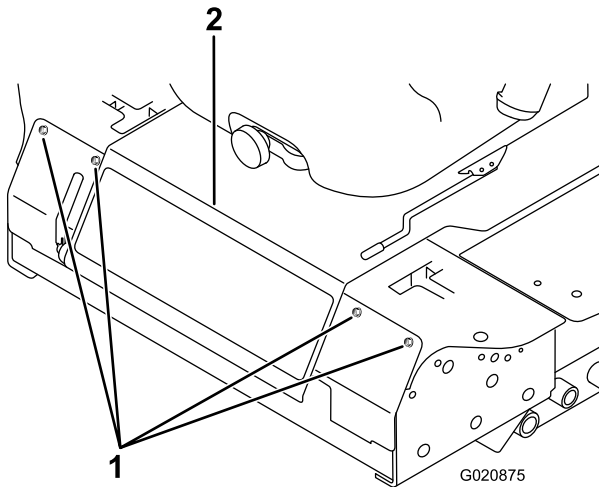

Figura 75
2. Afloje los pernos del panel delantero y retire el panel (Figura 75).